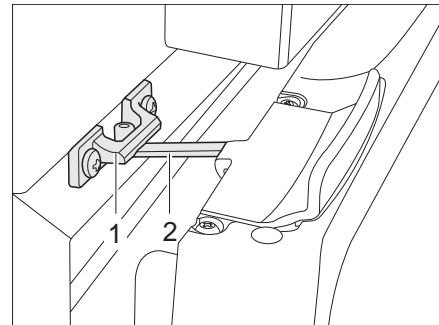

Fig. 243 Porte du réfrigérateur en position de ventilation (Thetford)
- Ouvrir le verrouillage (Fig. 243,2) et l'enclencher dans le logement de verrouillage (Fig. 243,1). La porte du réfrigérateur reste ainsi légèrement ouverte.